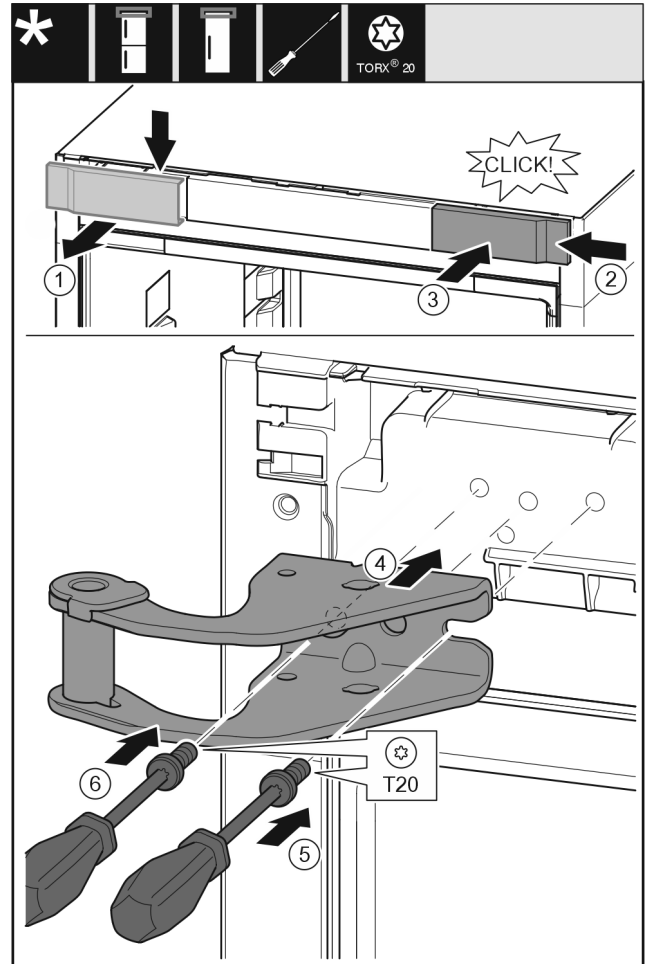

Fig. 9
- ▶ Retire la tapa desde la parte superior hacia el frente. Fig. 9 (1)
- ▶ Enganche por la derecha la cubierta girada 180° en el otro lado. Fig. 9 (2)
- ▶ Encaje la cubierta. Fig. 9 (3)
- ▶ Coloque el soporte de cojinete superior. Fig. 9 (4)
- ▶ Coloque y apriete el tornillo con el destornillador T20. Fig. 9 (5)
- ▶ Coloque y apriete el tornillo con el destornillador T20. Fig. 9 (6)